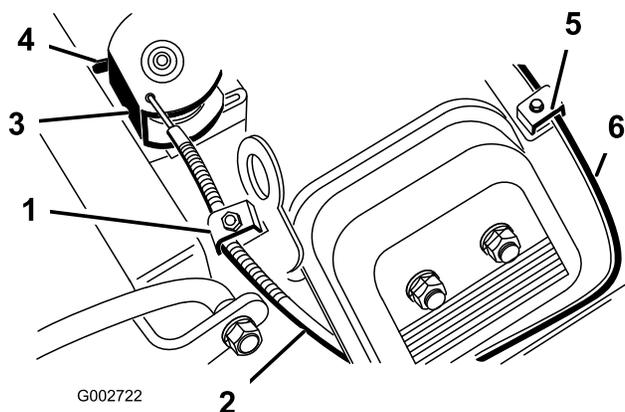

Figura 28
2. Allentate la vite del serrafilo per cavi che fissa il cavo al motore (Figura 28).
4. Tirate con forza il cavo dell'acceleratore finché il retro della parte girevole non tocca il fermo (Figura 28).
4. Tirate con forza il cavo dello starter (Figura 28) finché la farfalla dello starter non è completamente chiusa, quindi serrate la vite del serrafilo.